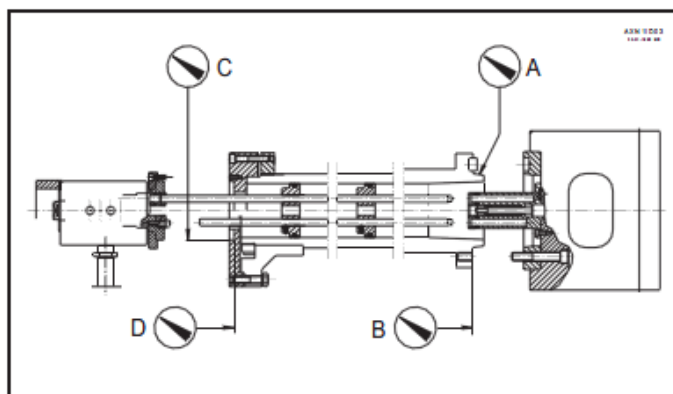

рисунок 2
поверхности патрона к хвостовику шпинделя соответствует допустимому отклонению согласно стандарта №1708 ISO (подходящие условия для вращающихся станков), с размером и объемом, совместимыми с приведенными в рассмотрении (смотрите рисунок 2 и соответствующую выдержку из нормы ISO).
3.13 Установите фланец FI на заднем конце шпинделя станка. Проверьте, что круговые колебания центрированы по отношению к коллектору и перпендикулярны к поверхности настолько точно, насколько это возможно, и что заложенные значения не превышают 25% от таких же допустимых для передней части хвостовика шпинделя (смотрите рисунок 2 и таблицу 1).